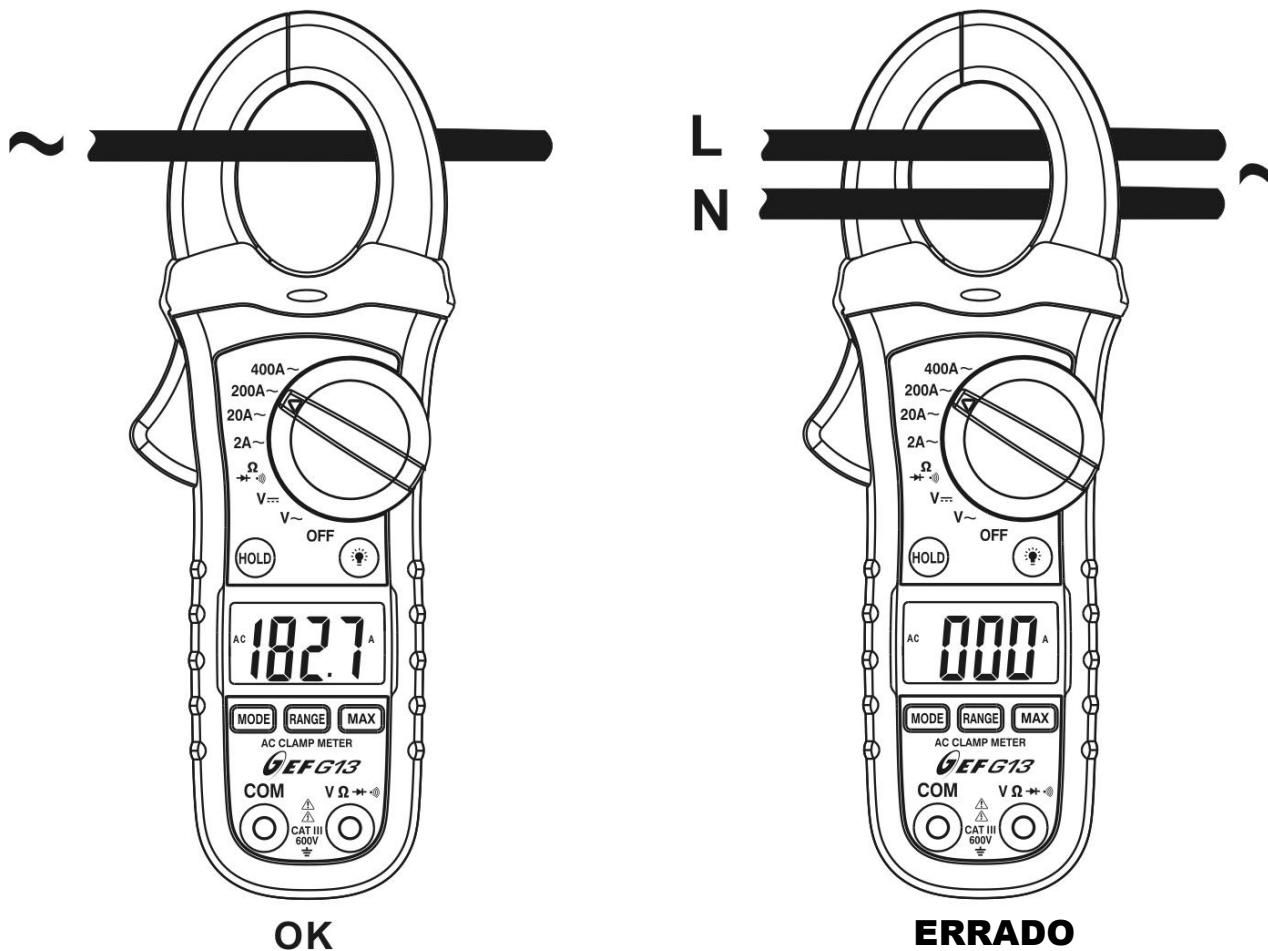

Fig. 4: Uso da pinça para medir Correntes CA
2. Inserir o cabo no interior do toróide (ver Fig. 4). O valor da corrente é apresentado no display